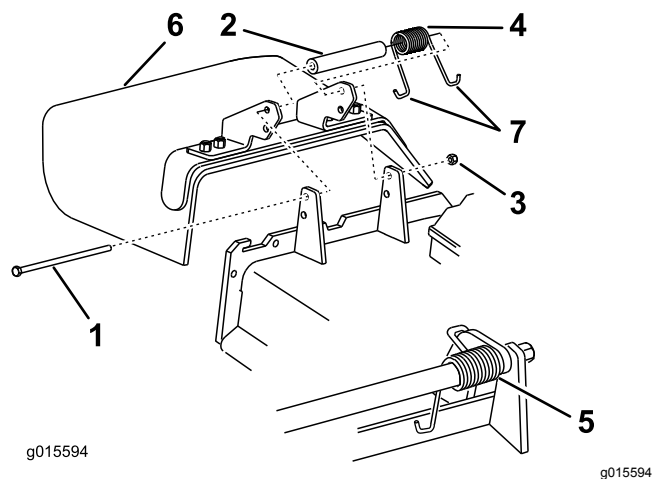

Figura 104
1. Retire la contratuerca, el perno, el muelle y el espaciador que sujetan el deflector a los soportes de pivote (Figura 104).
2. Retire el deflector de hierba dañado o desgastado (Figura 104).
Nota: Asegúrese de colocar un extremo con gancho en J del muelle detrás del reborde de la carcasa antes de instalar el perno, según se muestra en Figura 104.
6. Coloque 1 extremo en J del muelle alrededor del deflector de hierba (Figura 104).